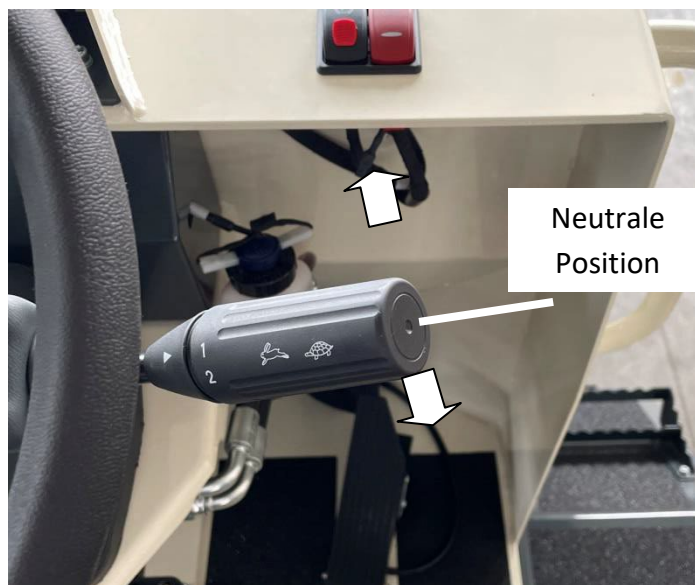

Abbildung 15. Schalthebel
- Heben Sie nach dem Anlassen des Motors für sicheres Fahren den Hebel auf der rechten Seite der Lenksäule an und drücken Sie ihn nach vorne (Bild 15).
- Stellen Sie den Geschwindigkeitshebel auf Neutral (Abbildung 15).